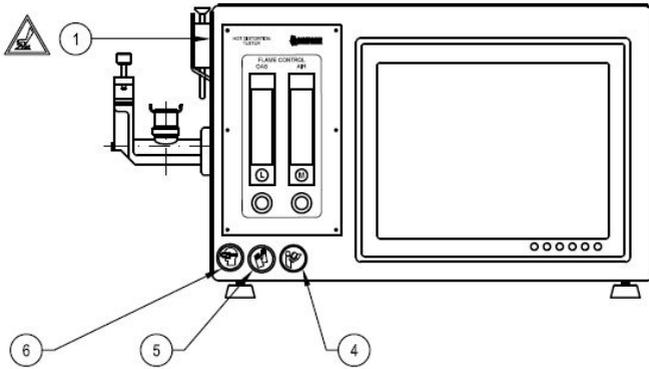

Abb. 1: Vorderansicht
1. Zum Exportieren von Daten, den Prüfapparat ausschalten, USB-Stick an dem dafür vorgesehenen Port (Anschlusspanel rechts am Prüfapparat) aufstecken (siehe Abb. 1). Das Abschalten des Apparats ist deshalb erforderlich, da sonst der USB-Stick nicht erkannt wird. Gerät unter Beachtung der Hinweise auf dem Bildschirm einschalten.